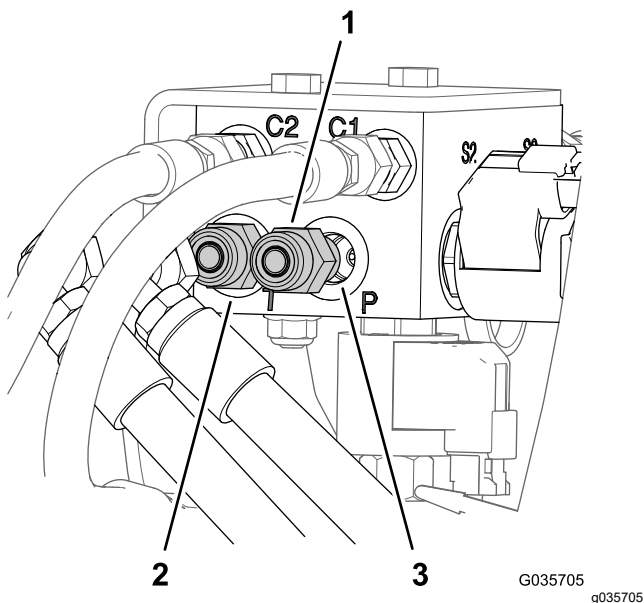

Figura 9
1. En la parte posterior del fumigador, etiquete las mangueras en el puerto P y el puerto T del distribuidor del cilindro de elevación Figura 9
2. Retire las mangueras de los acoplamientos hidráulicos rectos en el puerto P y el puerto T del distribuidor del cilindro de elevación (Figura 9).
3. Retire los acoplamientos hidráulicos rectos del puerto P y el puerto T del distribuidor del cilindro de elevación antiguo (Figura 9).